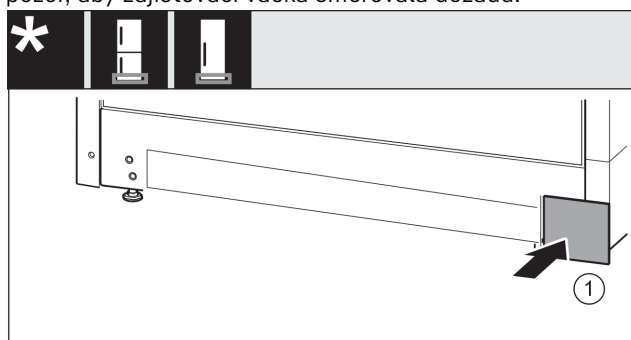

Fig. 33
- Kryt Fig. 33 (1) opět nasadte na druhé straně.